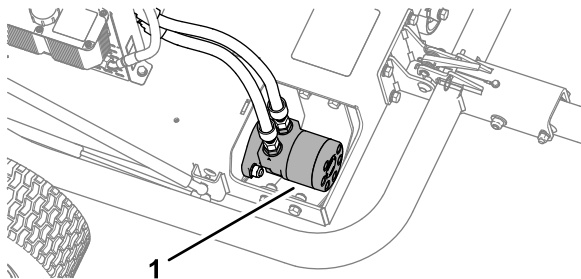

**Figura 39**
2. Pulite i rulli da sporco e detriti in base alle esigenze spruzzando acqua attraverso i fori negli alloggiamenti dei rulli (Figura 39).